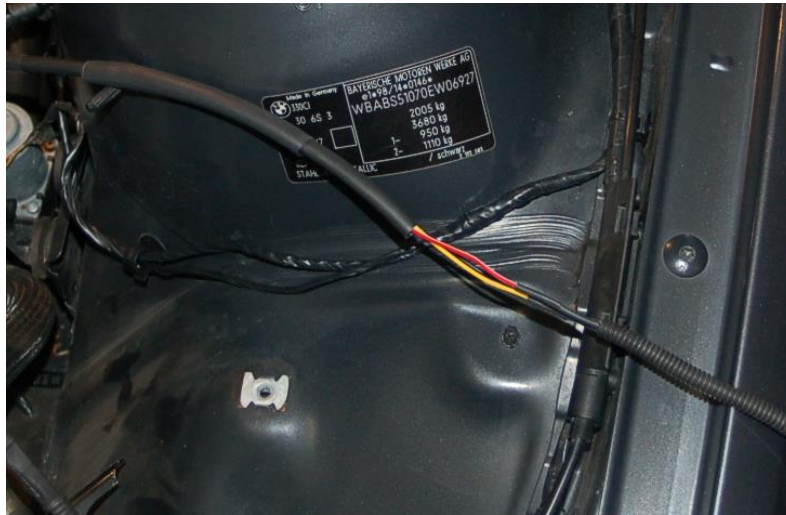

Abbildung 17
36. Vor dem Einbau das Rohr an der Motorseite mit einer Fase versehen (Abb. 17) und mit Fett montieren. Zuletzt auf einwandfreien Sitz des Rohrs achten. Die Dichtung darf nicht beschädigt sein (Gefahr von Undichtigkeiten und massivem Ölverlust).